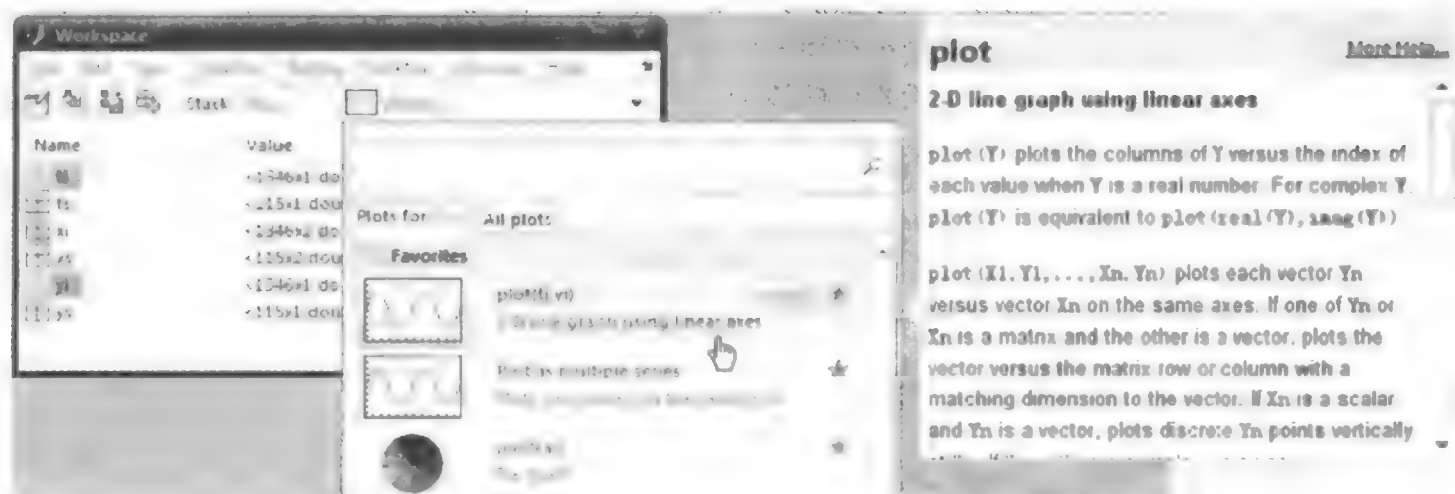

图 1.2.4 项目帮助信息
(2) 按绘图按钮右侧的下拉箭头,可以得到更多的绘图项目,将鼠标指针悬停在某绘图项目,即显示该项目的帮助信息,如图 1.2.4 所示。